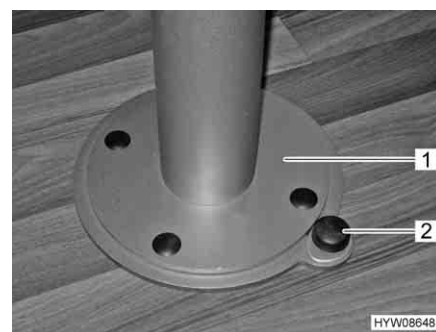

Fig. 91 Piede del tavolo, sbloccaggio del dispositivo di rotazione
- Spingere verso il basso il bottone (Fig. 91,2) del bloccaggio.
- Ruotare il piede del tavolo con il piano del tavolo (Fig. 91,1) nella posizione desiderata.